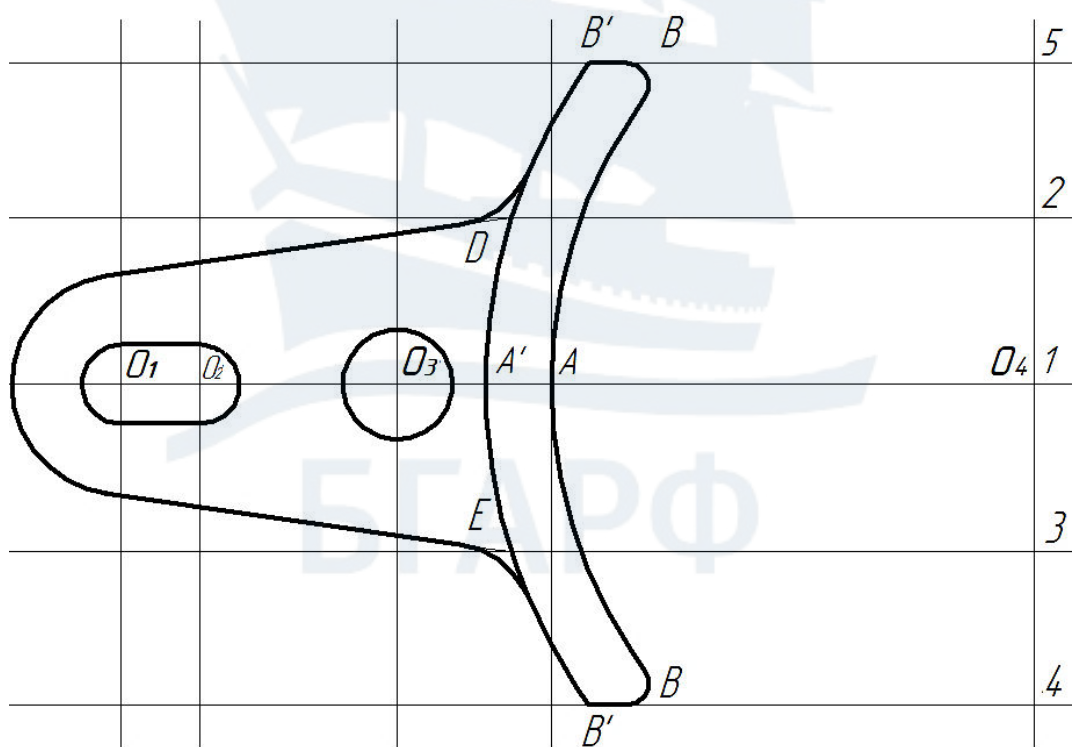

Рис. 128
15. Построить сопряжения отрезков **ВВ'** с дугой **ВAB** и касательных, построенных согласно пункту 14, с дугой **В'А'В'**. Дугу **В'А'В'** в средней части восстановить командой **Сместить** (рис. 128).